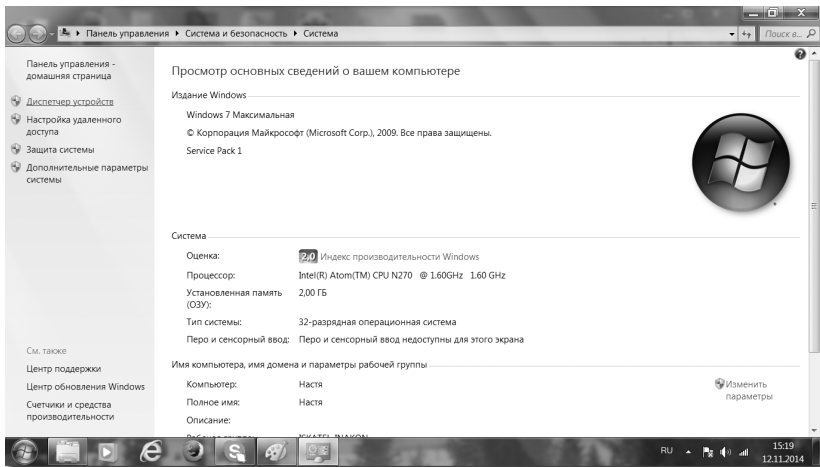
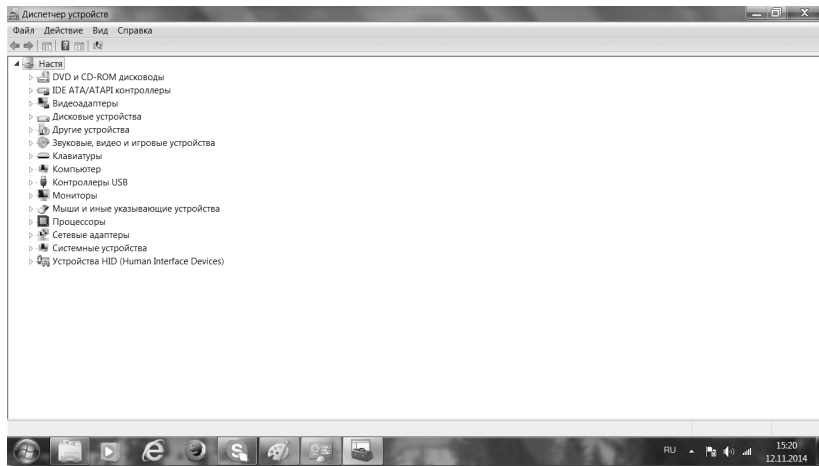

Рис. 2
Рис. 3
3.2. Выбираем раздел «Диспетчер устройств» (рис.2 и рис.3).